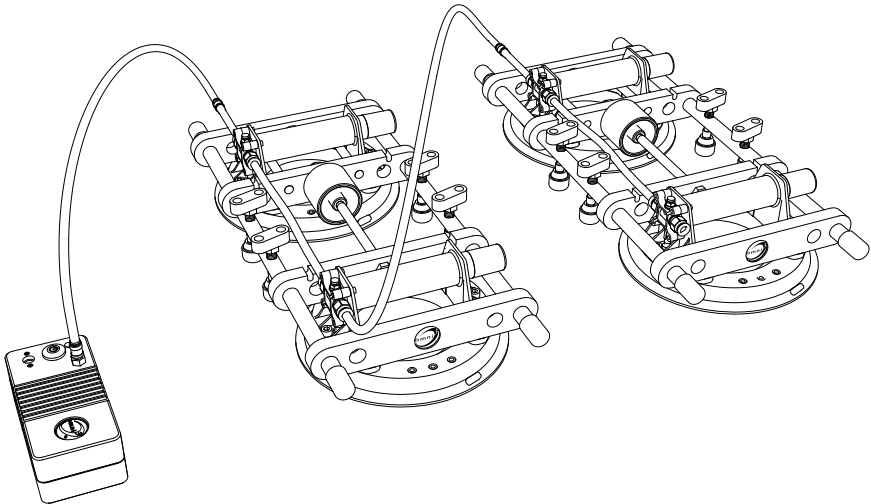

fig. 1
3. Conecte el tubo de aire del primer regulador de costura a la bomba de vacío, luego conecte el segundo regulador de costura al primer regulador de costura. (ver fig. 1)